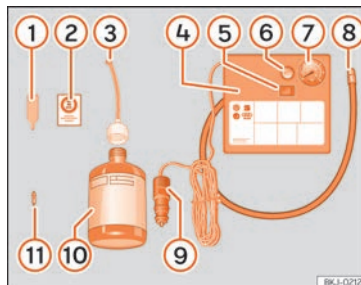

Fig. 97 Représentation standard : contenu du kit anticrevaison.
Le kit anticrevaison se trouve dans le coffre à bagages, sous le revêtement de plancher. Il inclut les composants suivants »» **fig. 97** :
Revissez le tuyau de gonflage » fig. 97 ⑤ et vérifiez la pression du manomètre ⑥.